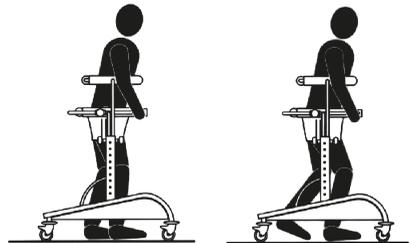

Bild.2
- a) das Schrittschema hervorzurufen und zu fördern (Bild 2);